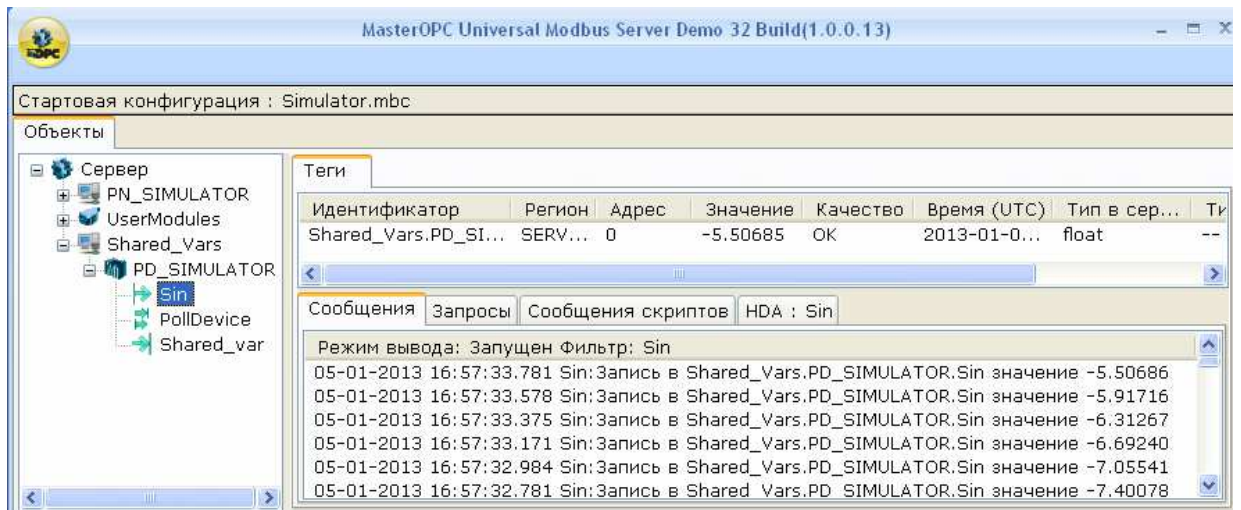
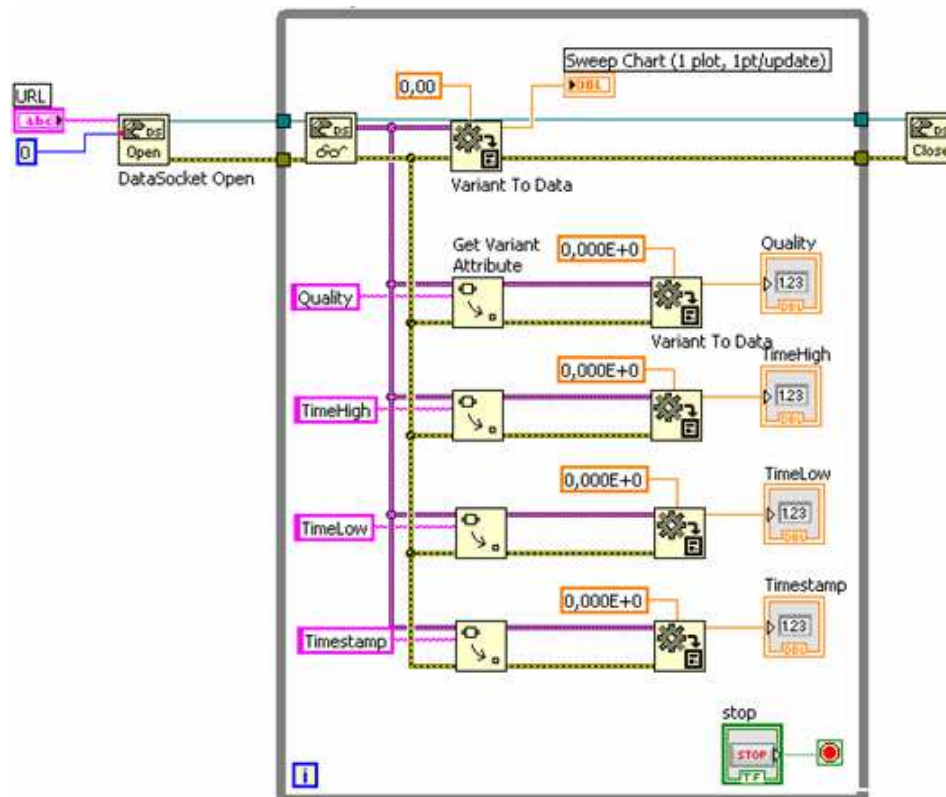
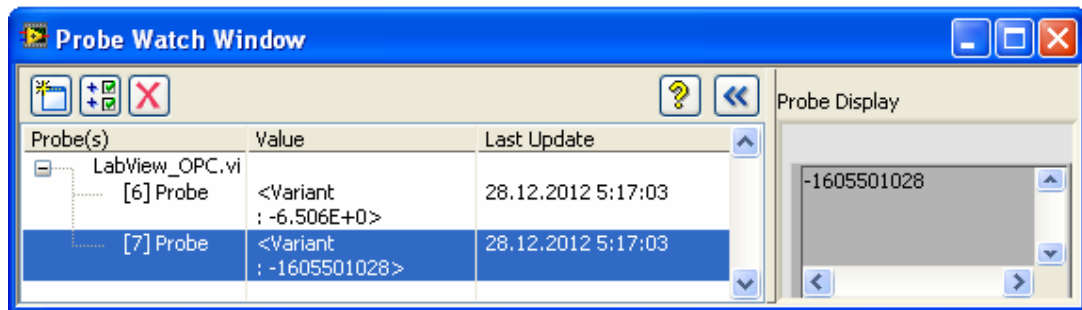

Рис. 4. Состояние переменной SIN вычисляемой OPC сервером.
Рис. 5. Блок-диаграмма клиента LabView.
Рис. 6. Отображение переменной клиента LabView в точке “Probe”.
2. Соберите в LabView схему отображения параметров, передаваемых OPC сервером, включая величины синусоидального сигнала и время регистрации OPC сервером соответствующих величин сигнала (см. Рис. 4 и Рис. 6).
3. Проверьте работоспособность схемы, сравните с результатами Рис. 5 и Рис. 6.